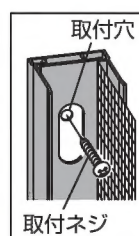

図3-9-2
- ② 「縦枠」を丁番側の木枠にしっかりと貼付けて、取付ネジで固定してください。(図 3-9-2)